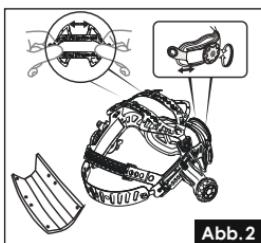

Abb.2
2. Stellen Sie das Kopfband so ein, dass es bequemer ist, und bringen Sie das Schild in die richtige Position, je nach individueller Vorliebe (siehe Abb. 2 – 4).